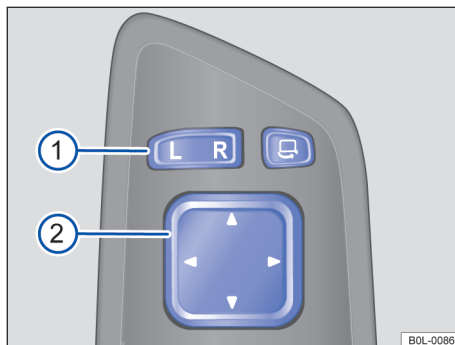

图 76 驾驶员侧车门：车外后视镜操作元件
- 将驾驶员车门上的选择按钮 → 图 76 ① 按压至所需位置。
- 沿符号方向将调节按钮 ② 向前、后、左或右按压，即可将后视镜调整至合适位置。